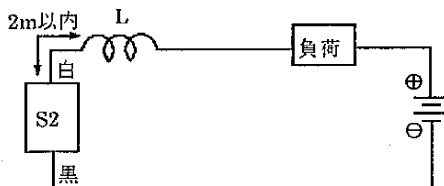

図5 ● チョークコイル
- リード線配線長が10mを越える場合は、図5、6(S2の場合)、図7(S3の場合)に示す保護回路を必ず設けてください。